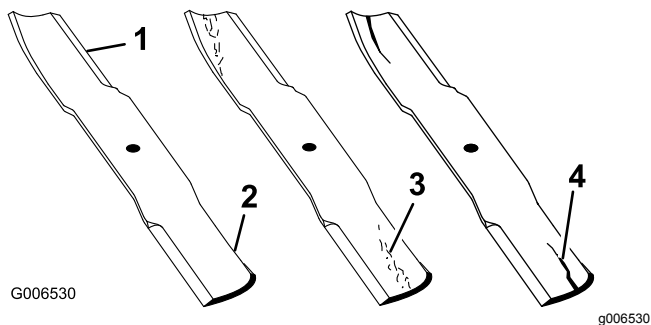

Figura 47
1. Inspeccione los filos de corte (Figura 47).
4. Si observa fisuras, desgaste o la formación de una ranura en esta zona, instale de inmediato una cuchilla nueva (Figura 47).